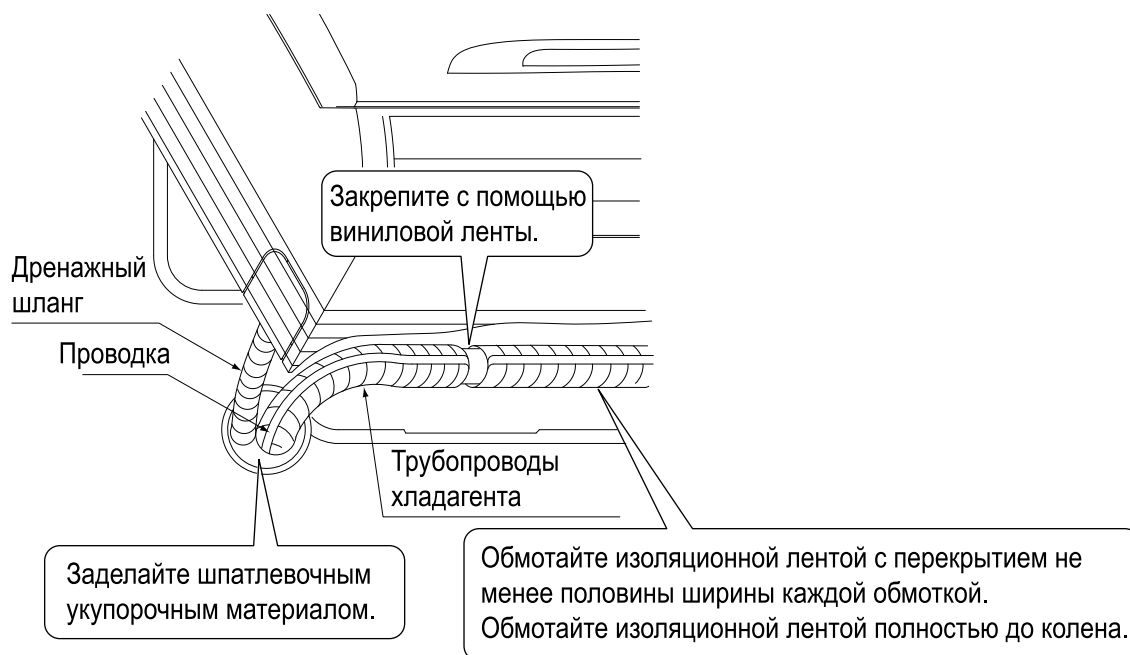

Рис. 11
- (4) Просуньте межблочную электропроводку, провод заземления и проводку удаленного контроллера по направляющей для проводов через заднюю часть блока по направлению к передней части.
- (5) Подсоедините трубопроводы. (См. раздел “6. РАБОТЫ С ТРУБОПРОВОДОМ ХЛАДАГЕНТА” и Рис. 11)